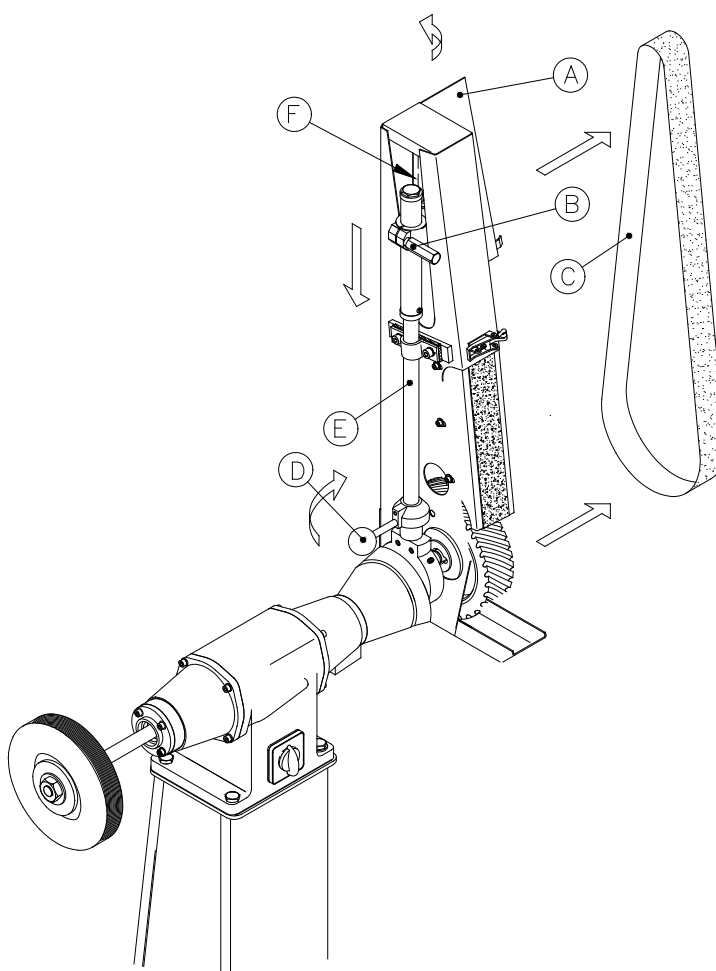

Fig.: 3.2
Når slibebåndet er slidt ned, skal det udskiftes, hvilket gøres på følgende måde: Lågpladen (A) (se fig.: 3.2) på skærnkassen åbnes og håndtaget (B) trækkes Ned. Herved aflastes slibebåndet (C), så det kan afmonteres og udskiftes med et nyt slibebånd, som monteres i modsat rækkefølge. Det kontrolleres, at pilenes retning på båndets bagside svarer til omløbsretningen. Når det nye slibebånd er monteret, er det nødvendigt at justere for ligeløb med håndtaget (D), som løsnes så teleskoparmen (E) og toprulle (F) kan drejes med, indtil slibebåndet løber lige på kontaktskiven. Herefter tilspændes håndtaget (D). **Denne justering af slibebåndet må kun udføres ved at trække slibebåndet med hænderne og ikke med maskinen tændt.**